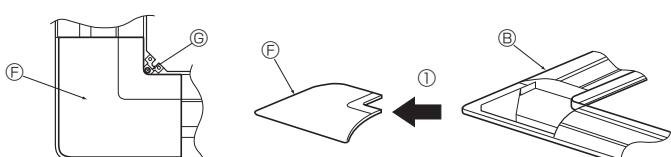

Fig. 8-4
8.2.2. Remoção do painel de canto (Fig. 8-4)
- Retire o parafuso do canto do painel de canto. Deslize o painel de canto tal como indicado pela seta ① para remover este painel.